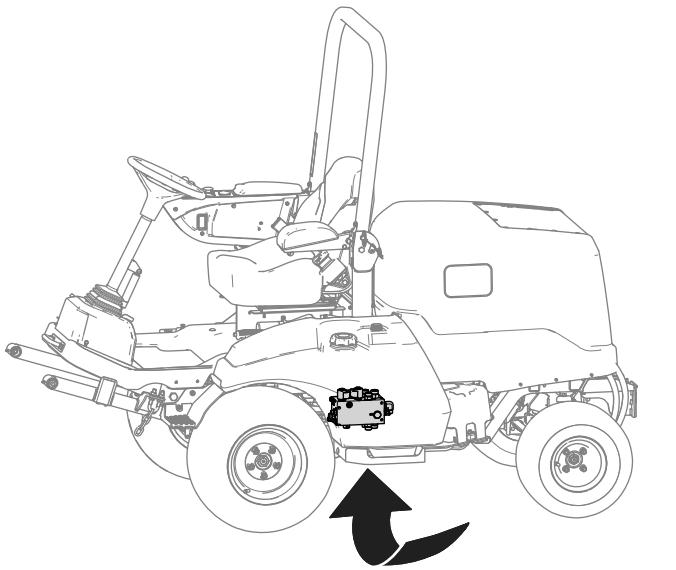

Bild 7
- A. Stellen Sie eine Auffangwanne unter den Hydraulikverteiler (in Bild 7 dargestellt).